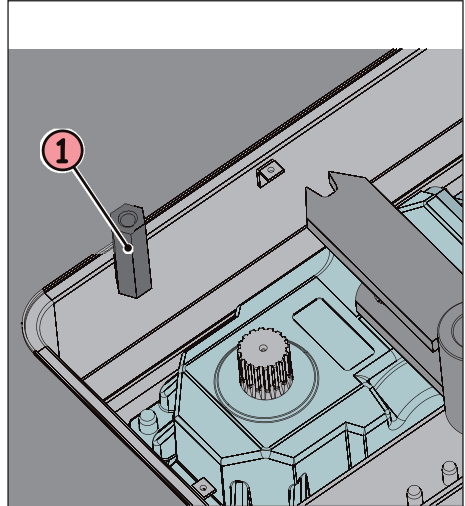

Fig. 5
- ④ Sur le filet qu'on vient de libérer, visser la colonnette fournie (fig. 5 réf. ①) avec une clé pour vis à six pans creux CH 19.